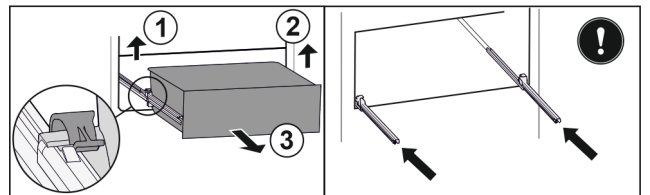

Fig. 154
- Sollevare il morsetto sinistro e allo stesso tempo tirare in avanti il cassetto sinistro. Fig. 154 (1)
- Sollevare il morsetto destro e allo stesso tempo tirare in avanti il cassetto destro. Fig. 154 (2)
- Rimuovere il cassetto tirandolo in avanti. Fig. 154 (3)